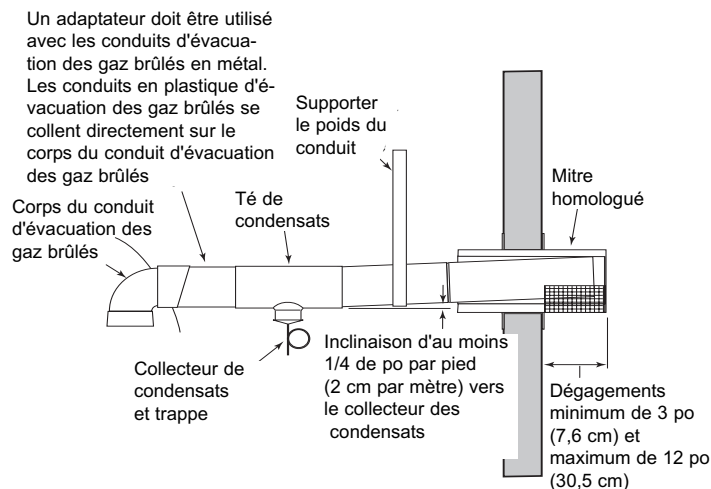

FIGURE 14 : Installation typique d'un conduit spécial d'évacuation des gaz brûlés (à l'horizontale-pression positive)
- À au moins 3 pouces et à au plus 12 pouces du mur (se reporter à la Figure 14), conformément aux instructions du fabricant du conduit d'évacuation des gaz brûlés.